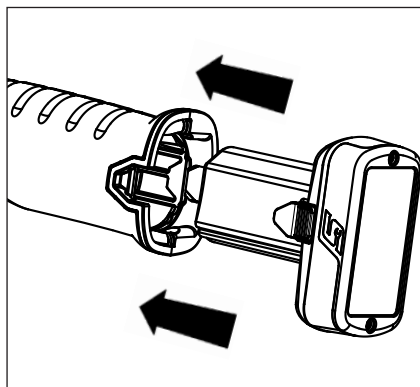

図 3: バッテリーパックの挿入方法
- フル充電したCTBシリーズのバッテリーを、図3の通りツールの底に差し込みます。